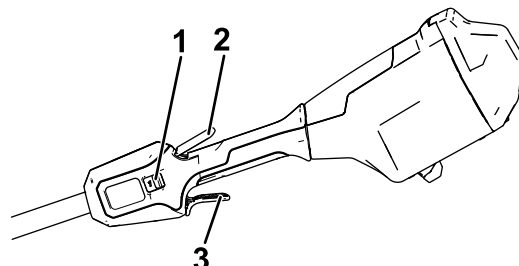

Figure 12
6. Pour mettre la machine en marche, appuyez sur la gâchette de verrouillage, puis serrez la gâchette de marche (Figure 12).